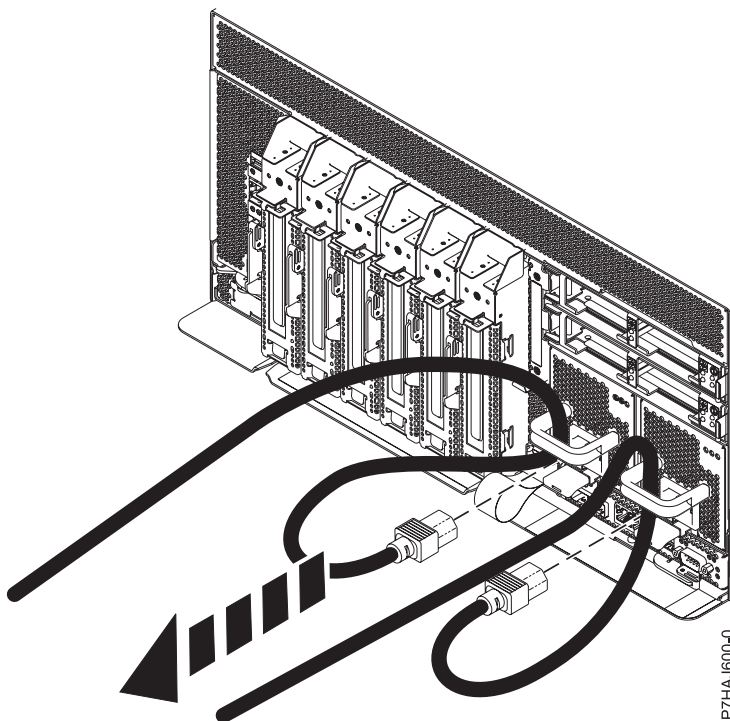

Figure 12. Retrait des cordons d'alimentation
3. Déconnectez les cordons d'alimentation de l'unité centrale comme illustré dans la figure 12.